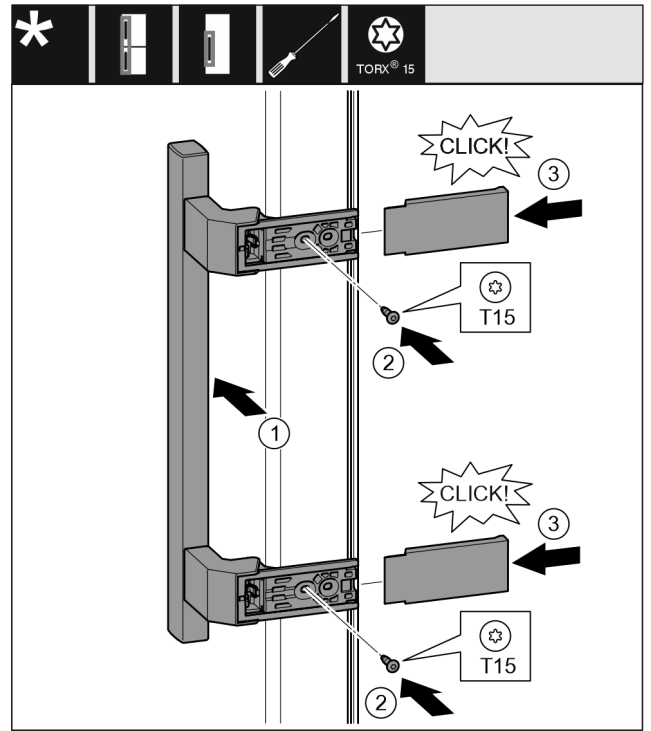

Fig. 18
- ▶ Poser la poignée sur le côté opposé. Fig. 18 (1)
- ▶ Serrer les vis avec un tournevis T15. Fig. 18 (2)
- ▶ Mettre en place les caches latéralement et les enfler. Fig. 18 (3)